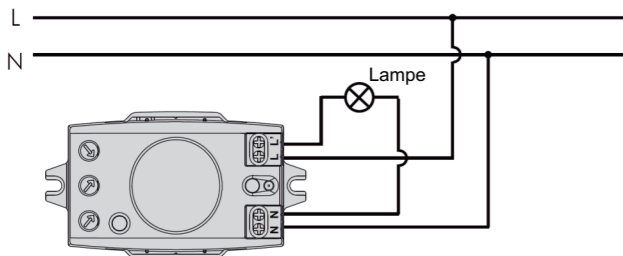

Figure 8
4.4.1 Raccordement avec la lampe (voir figure 8)